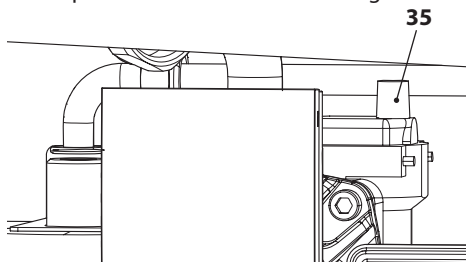
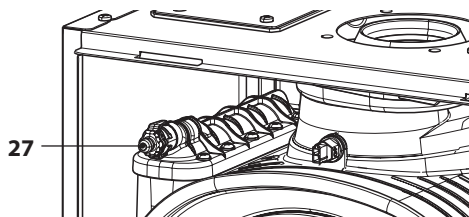

Figura 9.12
Figura 9.13
- Per facilitare lo svuotamento, svitare il tappo 35 della valvola di sfiato automatica in Figura 9.12 e allentare il raccordo di sfiato scambiatore primario condensante 27 in Figura 9.13.